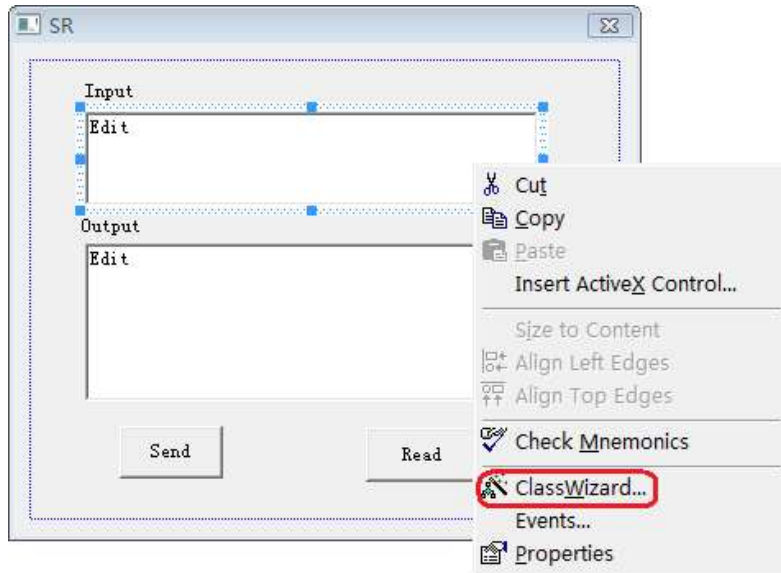

图 4-1-5
(2)添加两个 Edit 控件，分别添加变量 m\_send 和 m\_read。如图 4-1-5 和 4-1-6 所示。